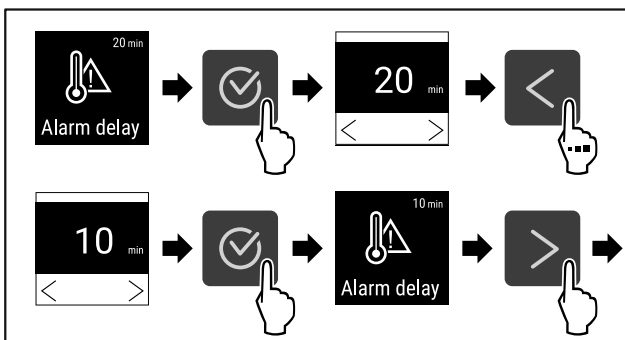

Fig. 133
- ▶ Suivre les étapes (voir Fig. 133).